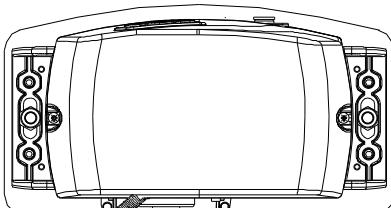
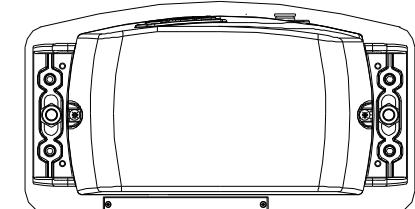
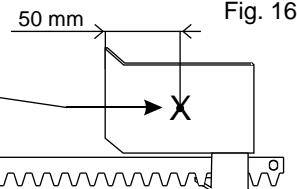
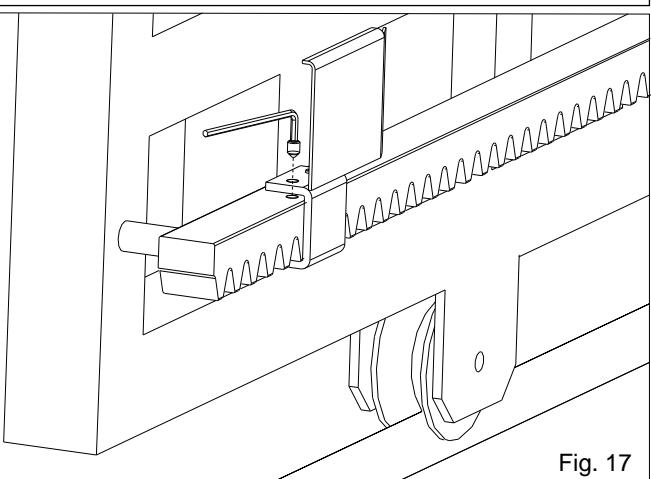

Fig. 14
Fig. 15
Fig. 16
Fig. 17
- Posizionare la piastrina sulla cremagliera in modo da avere il finecorso (levetta in caso di finecorso meccanico (Fig. 14); frecette di indicazione poste nella parte superiore in caso di finecorso induttivo (Fig. 15)) in corrispondenza del punto X che si trova a 50 mm dal lato piegato della piastrina (fig. 16) e fissarla con le viti in dotazione (Fig. 17).
- Posizionare la piastrina sulla cremagliera in modo da avere il finecorso in corrispondenza del punto X che si trova a 50 mm dal lato piegato della piastrina (fig. 16) e fissarla con le viti in dotazione (Fig. 17).